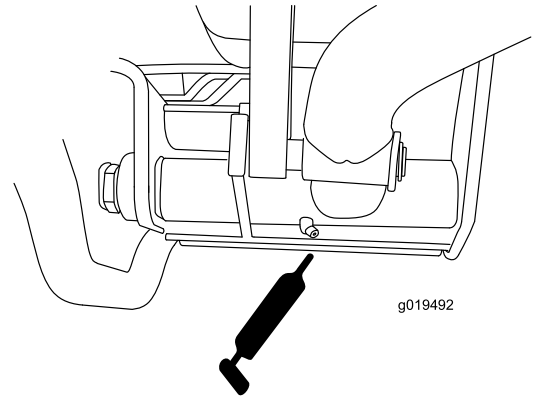

Figura 51
- Pivotes de los brazos de elevación traseros (2) (Figura 51).